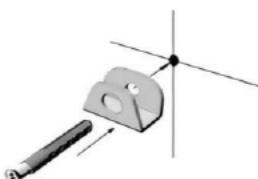
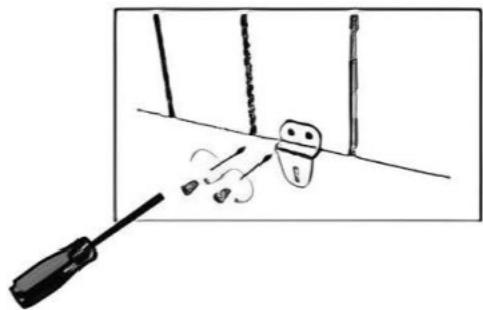

Fig. 6
Fig. 8
3. Introduire les deux chevilles (D) dans les deux trous et fixer les deux crochets (C) avec les deux vis (D) (Figure 6 & 7).
4. Visser les deux supports (A) (ou un seul support, selon le cas) à la partie arrière de l'appareil à l'aide des quatre vis (E) (ou deux vis, selon le modèle).
Remarque: Les deux supports (A) sont vissés aux trous situés sur la partie arrière inférieure inférieure de l'appareil, aux deux extrémités.(Figure 8).